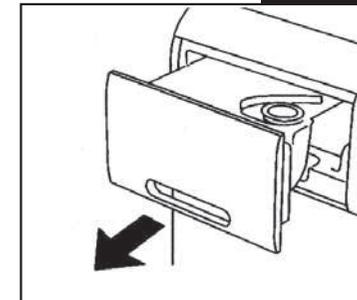

Fig. 7a
- Retirer avec précaution et à l'horizontale le récipient pour éviter que l'eau ne puisse déborder. (Fig. 7a - 7b)